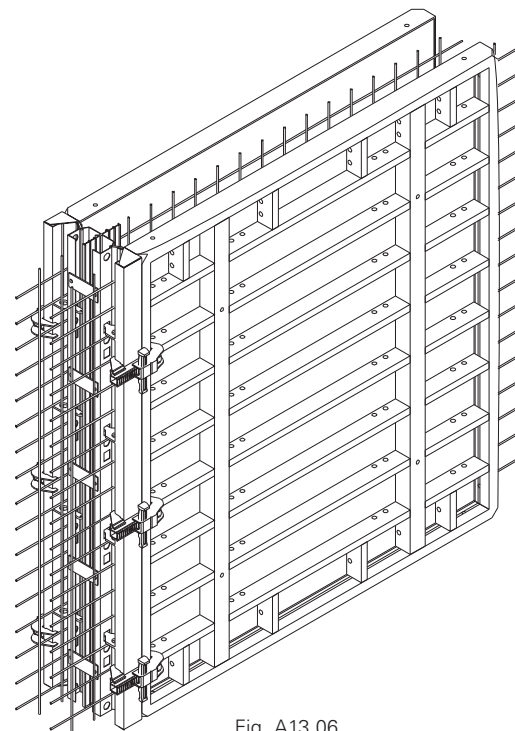

Fig. A13.06
2. Fissare il primo componente esterno AT (56) con la morsa BFD (20) al primo lato della cassaforma.
4. Posizionare il componente centrale MTF (58) e il giunto di dilatazione/tenuta.
7. Inserire il componente esterno AT (56) nel componente centrale MTF.
8. Fissare con la morsa BFD (20). (Fig. A13.06)